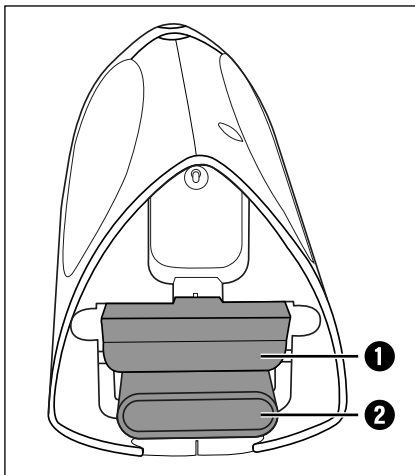

Fig. 3
- 2) Dacă doriți, montați duza adecvată pe orificiul de aspirare. Duza pentru rosturi **2** și duza pentru aspirare umedă **1** se află în suportul pentru accesorii al mânerului, în vederea depozitării într-un spațiu redus (fig. 3).